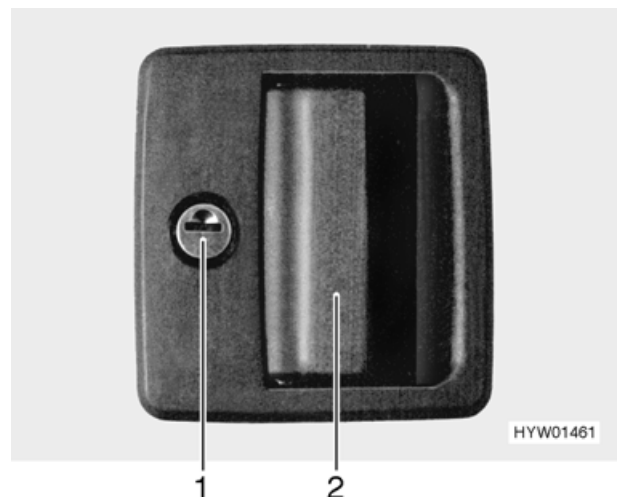

Bild 18 Türschloss Eingangstür
- Schlüssel in Schließzylinder (Bild 18,1) stecken und im Uhrzeigersinn drehen, bis das Türschloss entriegelt ist.
- Durch Ziehen am Türgriff (Bild 18,2) die Tür öffnen.
- Schlüssel in Schließzylinder (Bild 18,1) stecken und entgegen dem Uhrzeigersinn drehen, bis das Türschloss verriegelt ist.